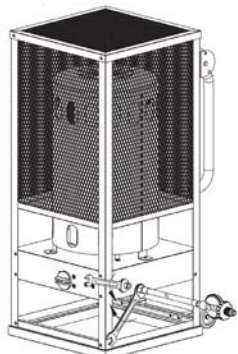

Figure 5
6. Utilisez 2 clés à ergots pour brancher le régulateur au boîtier principal (Fig. 5).